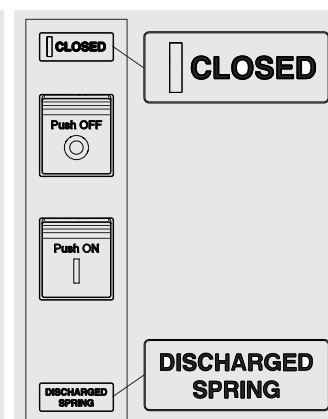

Рис. 31
3. Автоматический выключатель замкнут, пружины механизма включения не взведены (см. Рис. 31).